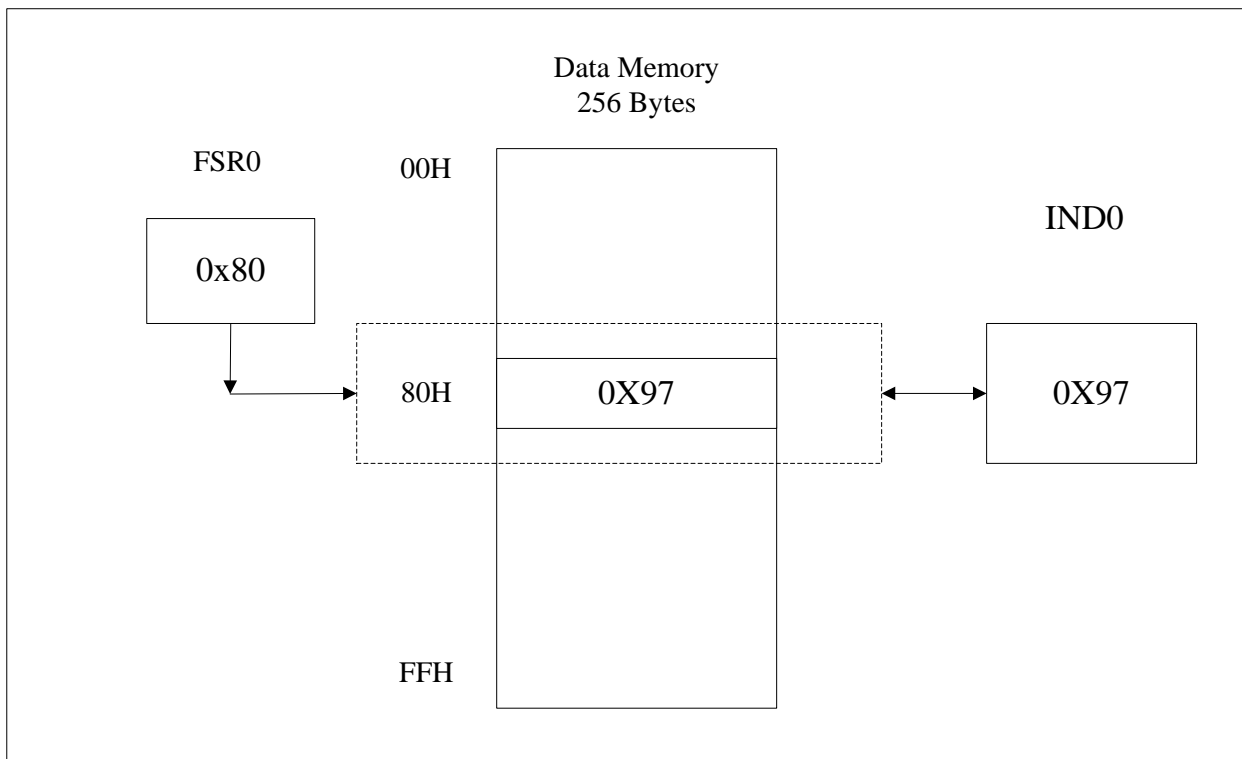

图 2-3 间接地址访问
- 3. 通过IND0 以及FSR0 这两个寄存器可以对数据存储器以及特殊功能寄存器进行间接访问。当从间接地址寄存器(IND0)读入数据时，MCU实际上是以FSR0 中的值作为地址去访问数据存储器得到数据。当向间接寄存器(IND0)写入数据时，MCU实际上是以FSR0 中的值作为地址去访问数据存储器将值存入该地址。其访问方式见图 2-3 间接地址访问。